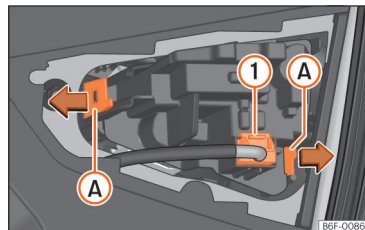

Рис. 175 Знімання патронів ламп.
- Від'єднайте електричний роз'єм >>> **рис. 175**